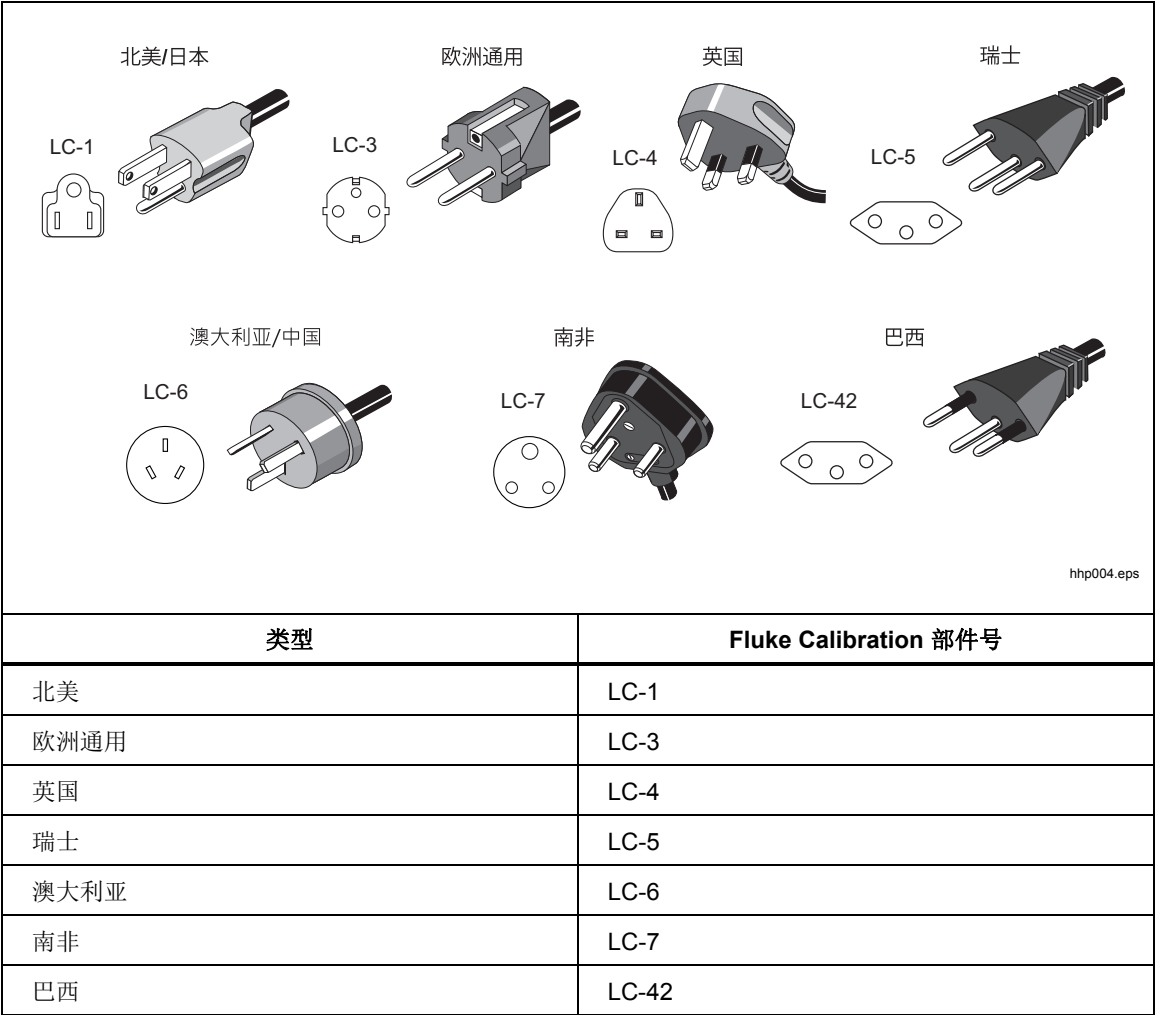

图 6.可提供的电源线类型
- 电源线（见图 6）
产品随附与买方所在国家或地区相匹配的电源插头。如果需要使用不同类型的插头，请参阅图 6 以了解 Fluke Calibration 可以提供的电源线插头类型。